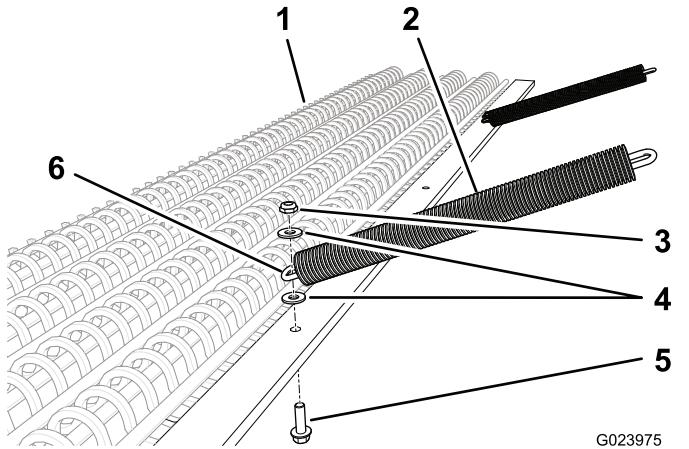

図2
- 各チェーンを、チェーンスリーブに通す図2。
- チェーンをドラッグ・マットに固定するボルト3/8 x 1-1/4インチ1本、ワッシャ2枚、ロックナット1個を使用して図2のように取り付ける。